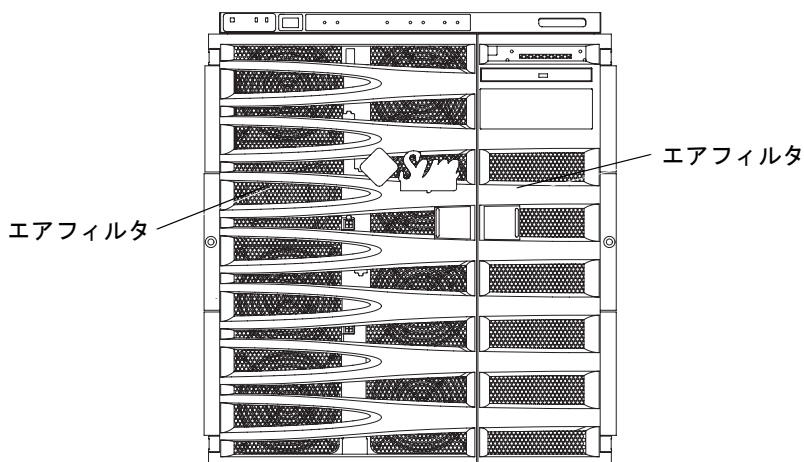
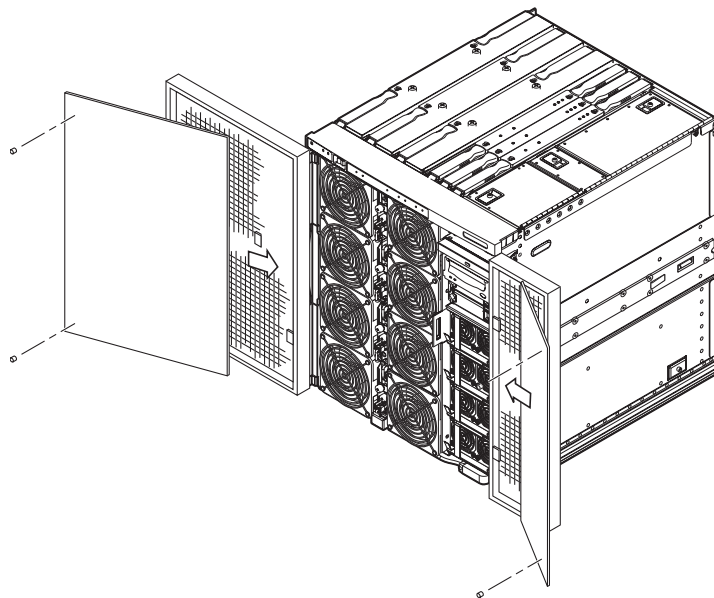

図 2-4 エアフィルタの位置
図 2-5 Sun Fire E2900 システムのエアフィルタの取り付け
2. 2 つのエアフィルタの位置を確認します (図 2-4 および図 2-5)。
- エアフィルタをふたたび取り付けます (図 2-5)。
- 交換用のエアフィルタを取り付ける場合は、これを取り付けます (図 2-5)。